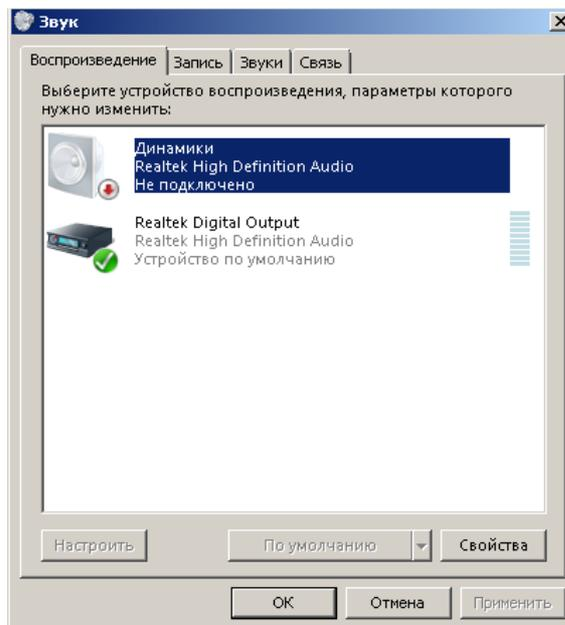

Рис. 8.8 – Панель «Звук»
- Откройте в панели управления компонент «Звук» (Рис. 8.8).